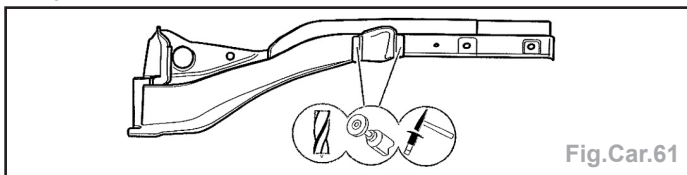

Fig.Car.61
- Sur le longeron neuf, déposer le support de train arrière (Fig.Car.61).